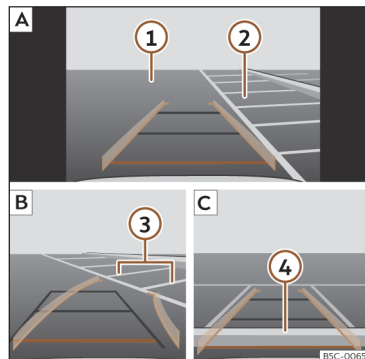

Fig. 140 Visualização no ecrã do sistema infotainment: estacionamento com o assistente de marcha-atrás.
Legenda da >>> **Fig. 140:**
- Posicione o veículo à frente do lugar de estacionamento >>> Fig. 140 ② A.
- Retroceda rodando o volante de forma que as linhas amarelas se introduzam no lugar de estacionamento. As linhas verdes e amarelas têm de coincidir com as linhas de delimitação laterais ③ B.
- Pare o veículo quando a linha vermelha tiver atingido a delimitação traseira ④ C.